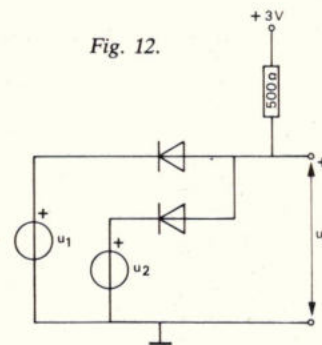
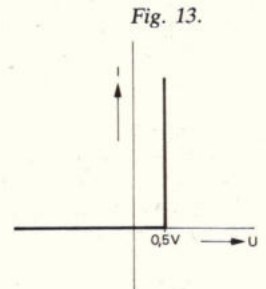

Fig. 12.
Fig. 13.
6. De karakteristiek van de beide dioden uit fig. 12 is gegeven in fig. 13. Het verloop van u_1 en u_2 is gegeven in fig. 14a en fig. 14b. Teken het verloop van het uitgangssignaal u_3 .